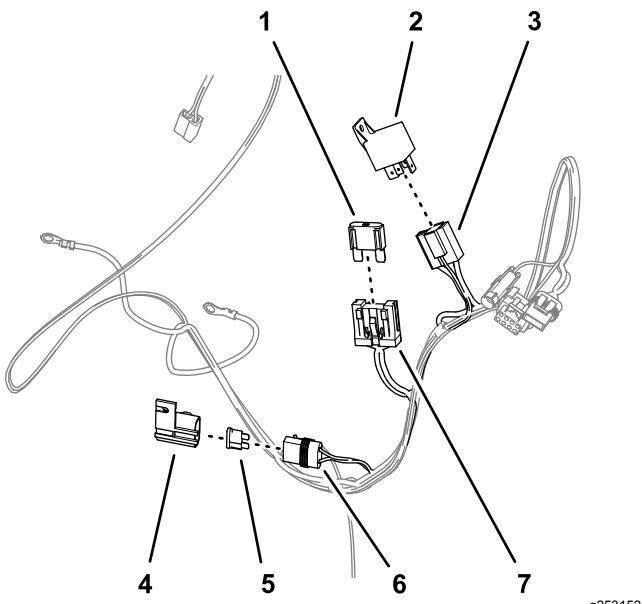

Bild 5
1. Setzen Sie die Maxi-Sicherung (60 A) in die große Sicherungsfassung mit zwei Steckanschlüssen des Stromkabelbaums ein (Bild 5).
2. Nehmen Sie die Abdeckung von der kleinen Sicherungsfassung ab (Bild 5).
3. Setzen Sie die Sicherung (10 A) in die kleine Sicherungsfassung ein und befestigen die Abdeckung (Bild 5).
4. Stecken Sie die Stromspule in den Anschluss mit vier Steckanschlüssen (Bild 5).